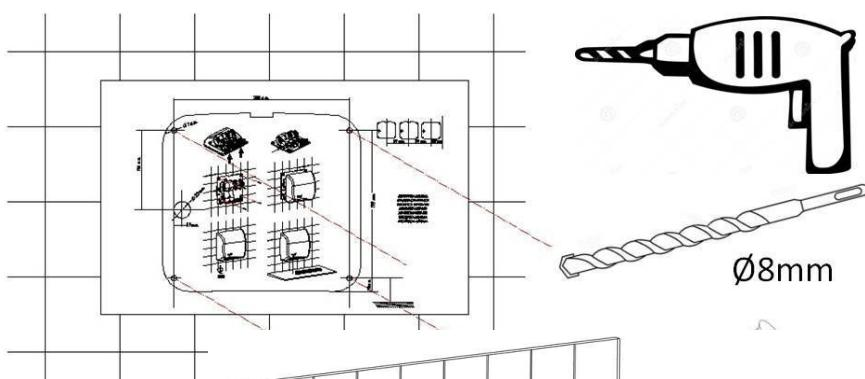

Fig. 6
1. Führen Sie 4 Bohrungen mit Ø 8 mm (Ø 0.31“) aus, unter Verwendung der mitgelieferten Montageschablone. Entfernen Sie den Bohrstaub aus den Bohrlöchern. Stecken Sie die 4 mitgelieferten Dübel in die Löcher, ohne Überstand (Siehe Abbildung 6).